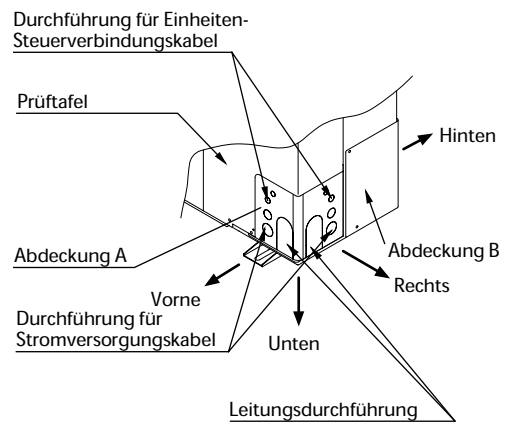

Abb. 4-2
- (1) Wenn die Verlegung durch die Vorderseite, Rückseite oder die rechte Seite erfolgt, die Blenden der Durchführungen für Einheiten-Steuerverbindungskabel, Stromversorgungskabel und Leitungen von den entsprechenden Abdeckungen A und B mit einer Zange oder einem anderen geeigneten Werkzeug ausschneiden.
- (2) Wenn die Verlegung nach unten erfolgt, mithilfe einer Zange oder eines anderen geeigneten Werkzeugs den unteren Flansch von der Abdeckung A ausschneiden. (Abb. 4-2)